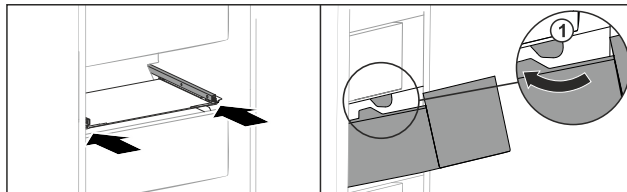

Fig. 95
- ▶ Prevedte zásuvku okolo zarážok Fig. 95 (1).